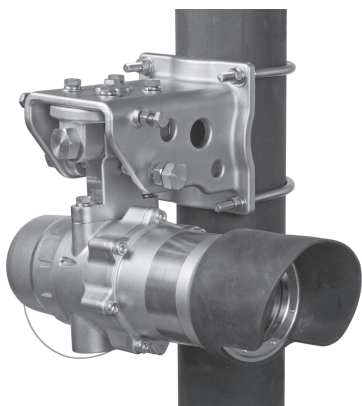

Рис. 9 — Газоанализатор LS2000, установленный на вертикальную опору
- Вертикальная или горизонтальная стойка номинальным внешним диаметром 4,5 дюйма (11,43 см). Приемлемый диапазон внешнего диаметра составляет от 4 до 4 5/8 дюйма (10,16–11,75 см). См. рисунок 9.